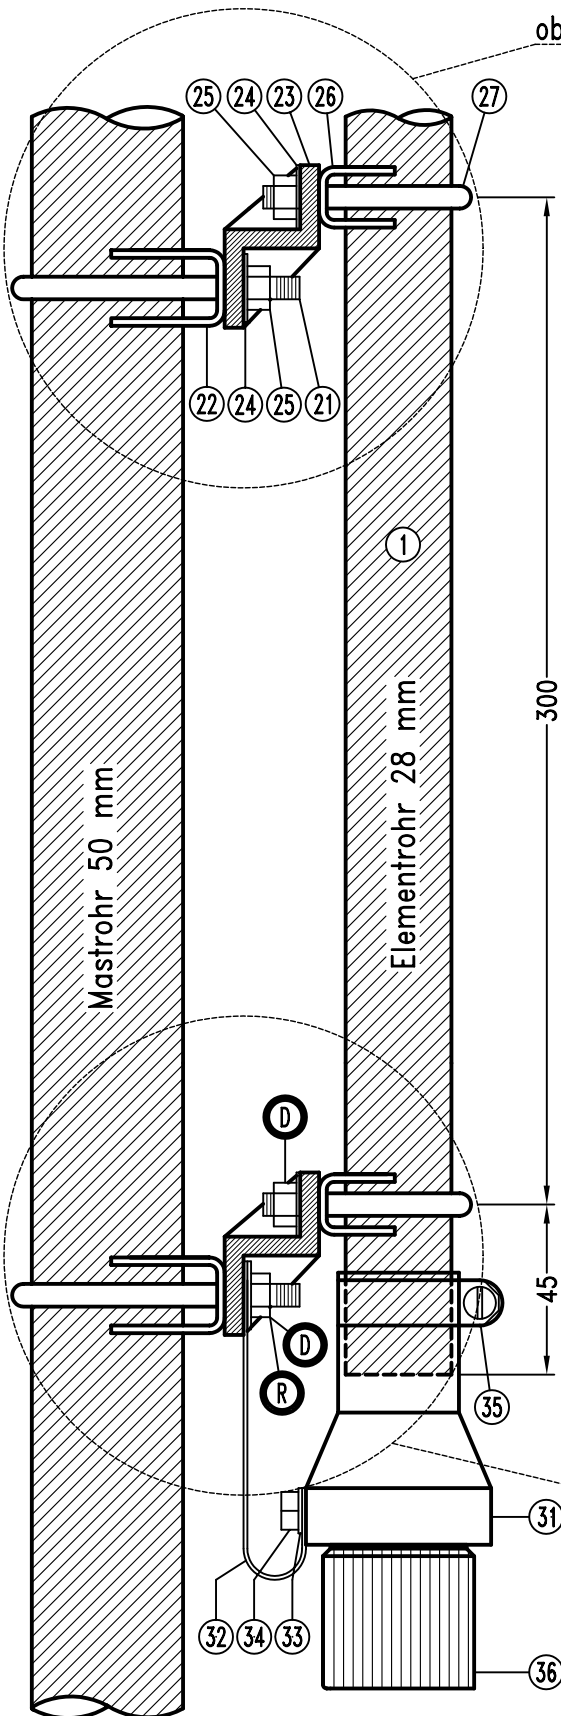
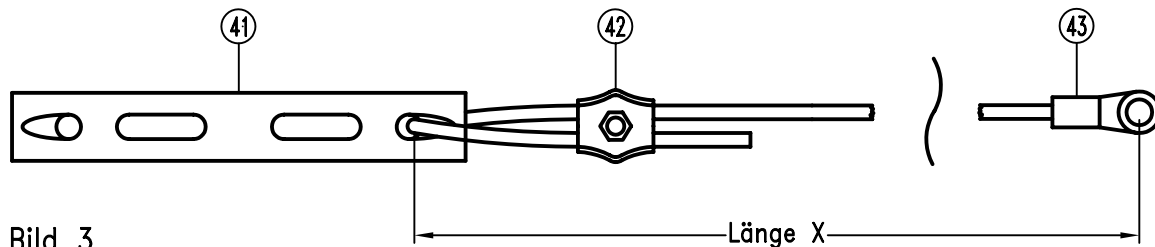

Bild 1
Bild 3
2. Beginnen Sie mit der Montage der unteren Doppelrohrklammer am Elementrohr (1). Am nichtgeschlitzten Ende des Elementrohrs wird im Abstand von 45 mm der Isolierwinkel (23) mit dem Rohrsitz (26), dem U-Bügel (27), der Scheibe (24) und der Sechskantmutter (25) verschraubt (Bild 1+2).
5. Nun werden die 3 Drähte der Radials (14) für das 10/15/20 m - Band vorbereitet (Bild 3). Mit den Simplexklemmen (42) werden die Drähte auf die entsprechenden Längen gebracht.
Mit dem U-Bügel (21), dem Rohrsitz (22), der Scheibe (24) und der Sechskantmutter (25) wird die Antenne am Mastrohr befestigt. Zur Montage der Radials (14) entfernen Sie wieder eine der Sechskantmutter (25) an der unteren Doppelrohrklammer (Bild 1 + 2, ®), und montieren den Kabelschuh (43), (Bild 3) der Radials. Ziehen Sie die Sechskantmutter wieder an.
Entfernen Sie nun die Sechskantmutter auf der anderen Seite des gleichen U-Bügels und montieren den Kabelschuh (44), (Bild 4) einer Hälfte des 40 m-Dipols. Die andere Hälfte des 40 m-Dipols wird am U-Bügel 28 mm (Bild 1 + 2, ®) mit dem Strahler verbunden.
8. Die Radials sind die elektrischen Gegengewichte der Vertikalantenne. Sie ergänzen den Vertikalteil zur Halbwelle für jedes Band und gewährleisten den niederohmigen Speisepunktwiderstand von 50 Ohm. Sie müssen freihängend ausgespannt werden und dürfen an keiner Stelle das Dach oder den Boden berühren. Der Neigungswinkel zum Mastrohr (ca. 80°) und die Anordnung in der Horizontalen (ca. 120°) ist relativ unkritisch. Zur Abspannung hinter den Isolatoren (41) muss nichtleitende Leine verwendet werden.
9. Zum Anschluss des Koaxialkabels wird das Schutzrohr (36) abgeschraubt und über das Koaxialkabel geschoben. Koaxialkabel anschrauben und Schutzrohr wieder anbringen.